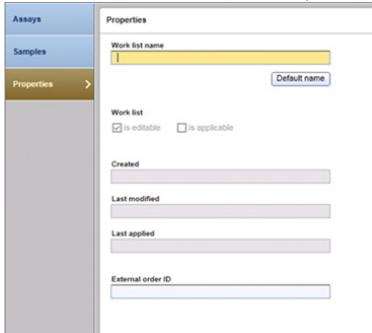

Abbildung 2. Eigenschaften
- 1j. Wählen Sie den Schritt Properties (Eigenschaften) aus und geben Sie einen Arbeitslistennamen ein (Abbildung 2).